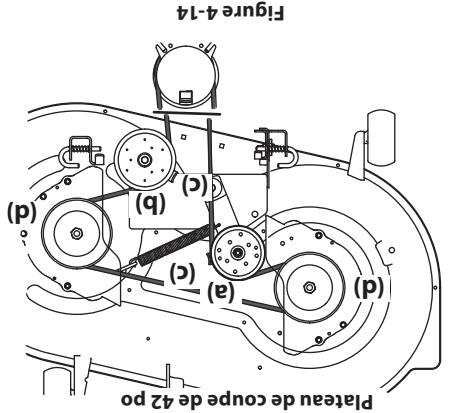
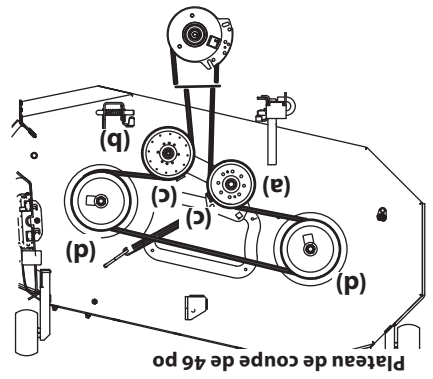
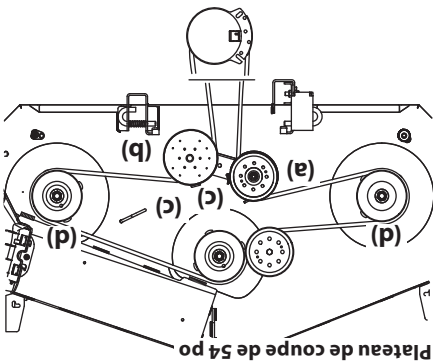

Figure 4-14
Figure 4-15
Figure 4-16
12. Tenez la courroie et la poulie et faites tourner la poulie vers la gauche (Voir la Figure 4-14). Continuez à tenir et à faire tourner la poulie et la courroie jusqu'à ce que la courroie soit complètement installée sur la poulie de la prise de force.
- Desserrez, sans la retirer, la boulonnerie sur les poulies de tension de droite (a) et de gauche (b). Voir la Figure 4-14 pour les plateaux de 42 po, Figure 4-15 pour les plateaux de 46 po et la Figure 4-16 pour les plateaux de 54 po.